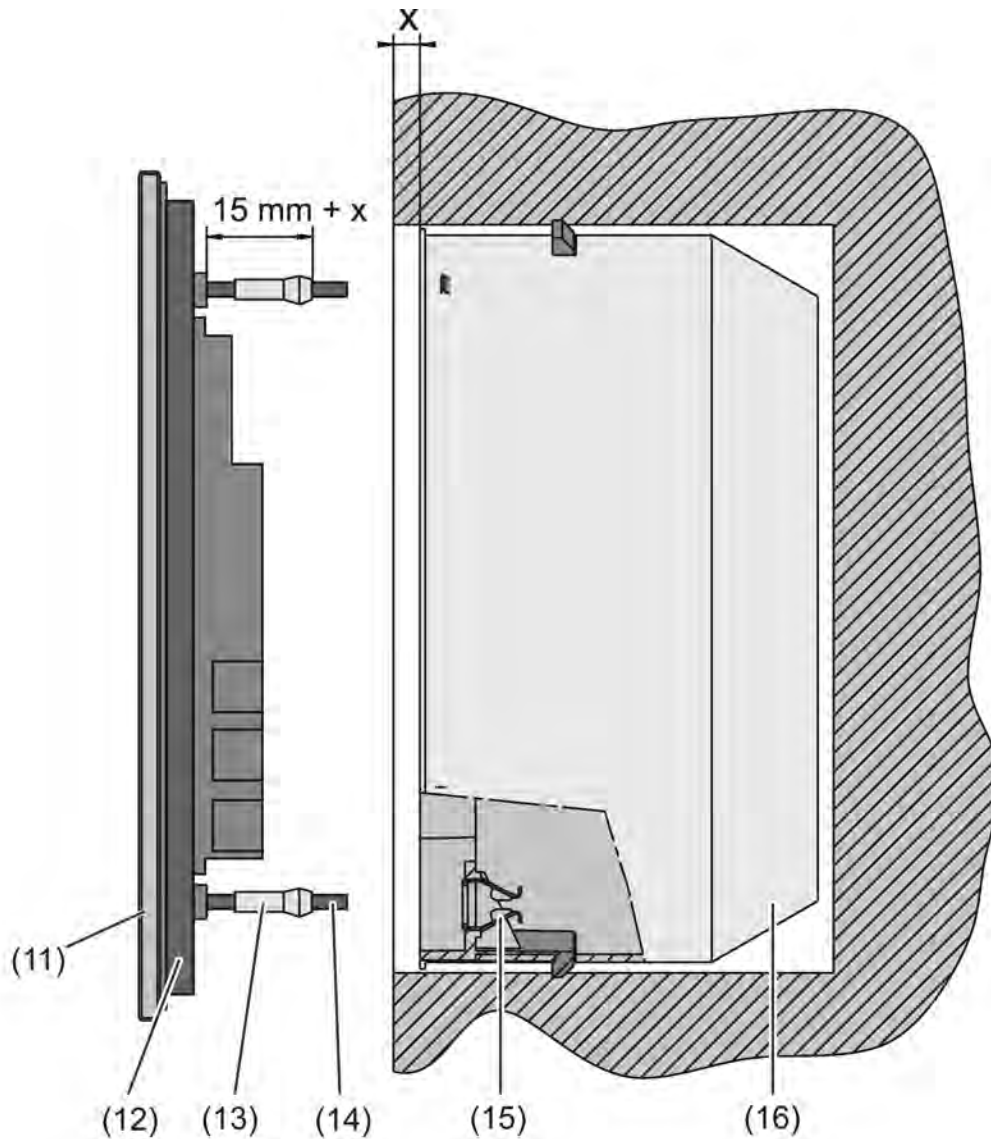

Bild 4: Befestigung auf Unterputz-Einbaudose
- Wenn erforderlich, Putzausgleich ausmessen (Bild 4). Die Verstellung der Haltezapfen (13) auf den Gewindestiften (14) erlaubt bei tiefer sitzenden Einbaudosen einen Putzausgleich bis zu 20 mm. Die Haltezapfen um den Putzausgleich **x** heraus schrauben, so dass diese einen Abstand von 15 mm + x von der Buchse für die Gewindestifte aufweisen.